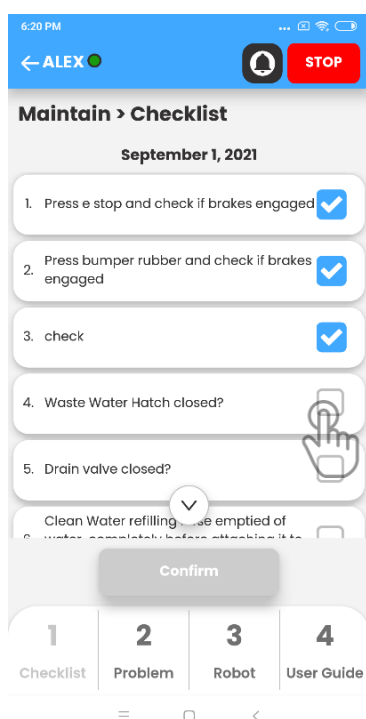
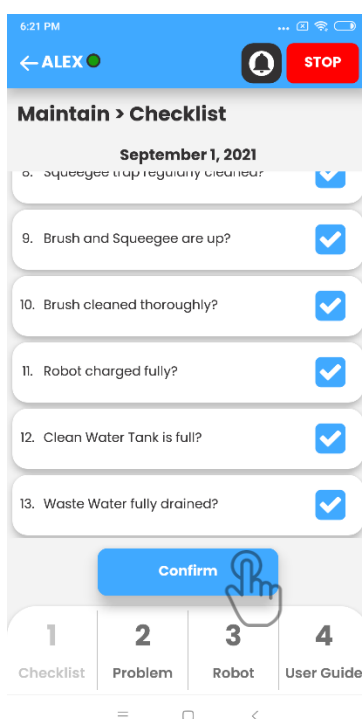

Fig. 1
Fig. 2
1. Fig. 1 toont de checklist van aanbevolen onderhoudswerkzaamheden na reiniging met de R3 SCRUB. Controleer deze handelingen terwijl ze worden uitgevoerd en bevestig de voltooiing (Fig. 2 & 3).